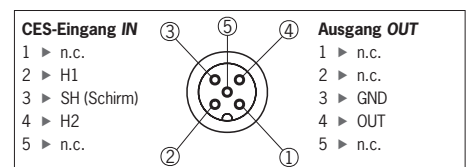

Bild 1: Anschlussbelegung (Blick auf Steckseite)
- ▶ Den CES- oder CEM-/CET-Lesekopf an den CES-Eingang *IN* (Buchse 5-polig M12) anschließen (siehe Bild 1)
- ▶ Den Elektromagneten des CEM-/CET-Lesekopfes an den Ausgang *OUT* (Buchse 5-polig M12 mit Verschlusskappe) anschließen (siehe Bild 1)